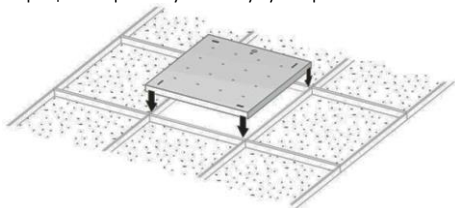

Рисунок 8 — Установка светильника Geniled серии Офис, ЛПО
5.4.6. Установите светильник Geniled на монтируемое место (Рисунок 8 для потолка типа «Армстронг»). Следите за тем, чтобы кабель не оказался зажат между элементами конструкции потолка и светильника. Убедитесь, что светильник надежно закреплен на потолок.